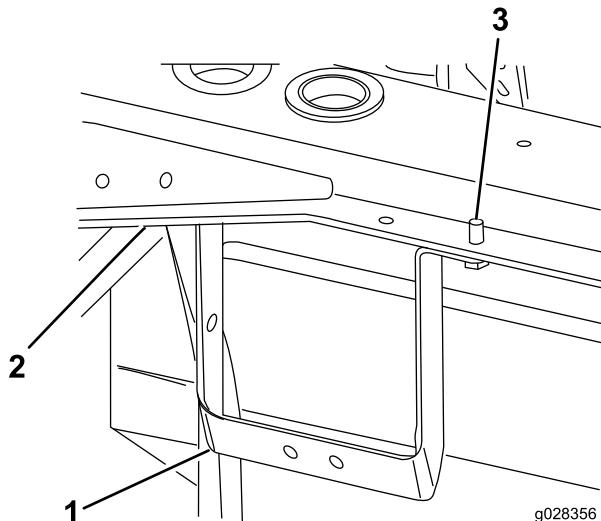

図 9
- 左後フレームマウントに、バルクヘッド用ブラケットを取り付けるタッピングねじ 5/16 インチ 2本を使用する 図9。